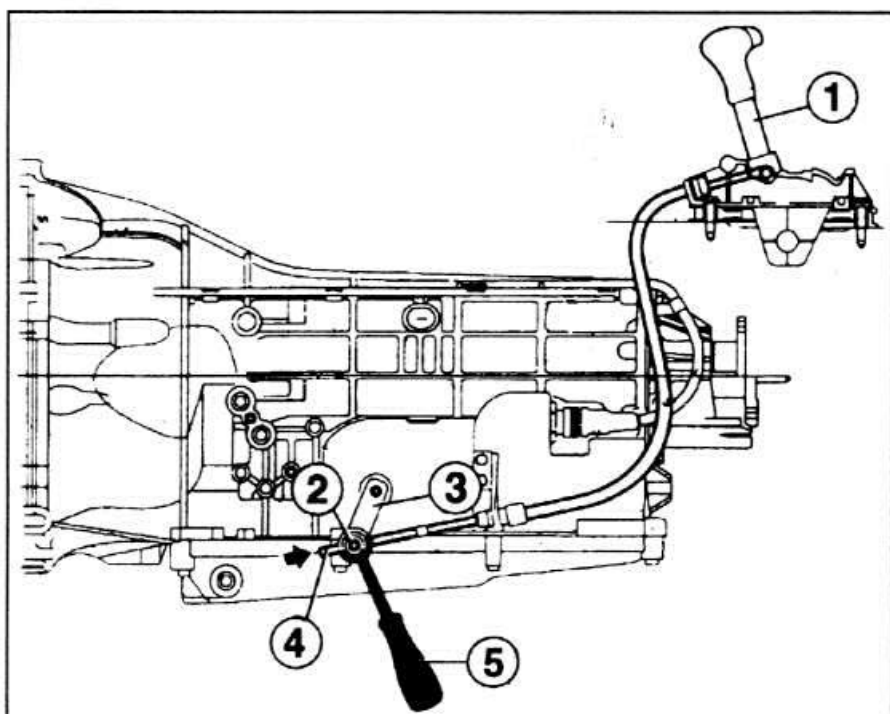

Рис. 7-8. Регулировка тяги управления переключением передач:
- Ослабить затяжку гайки 2 (рис. 7-8) крепления тяги к рычагу выбора передач.